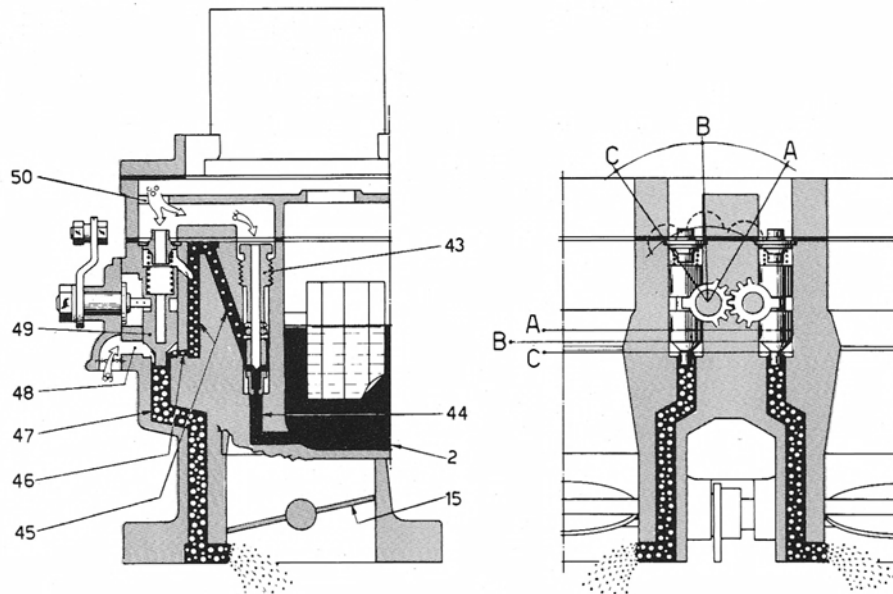

FIG. 4
**AVVIAMENTO - Fig. 4**
**STARTING - Fig. 4**